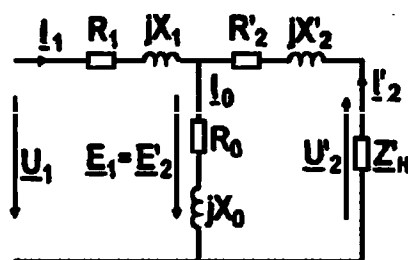

Рис. 1.16. Схема замещения одной фазы трансформатора
5. Схема замещения однофазного (одной фазы трехфазного) двухобмоточного трансформатора приведена на рис. 1.16.
1.8. Вывести формулу эквивалентного сопротивления пассивного двухполюсника по схеме рис. 1.16 исходя из значений сопротивлений  $R_1, R_2, R_3, R_4$ . Рассчитать эквивалентное сопротивление с учетом измеренных величин сопротивлений по пункту 1.3.
1.12. Снять вольт-амперную характеристику пассивного двухполюсника (рис. 1.16):